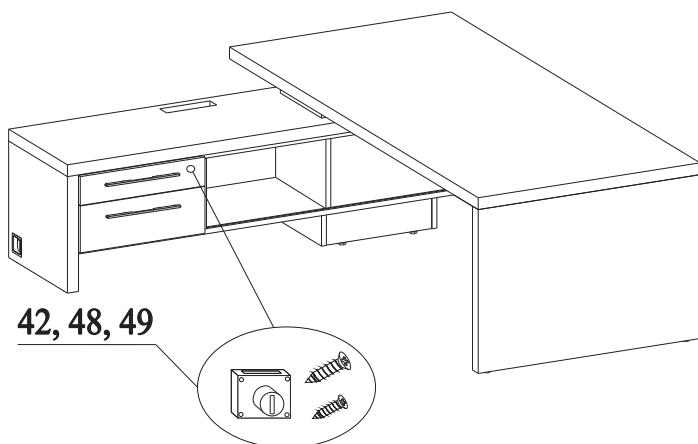

Рис.26
51. Вставить ящики в тумбу. Прикрутить замок 48 к детали 14 шурупами 49. Прикрутить ответную планку для замка к детали 9 шурупами 42 (рис.26)